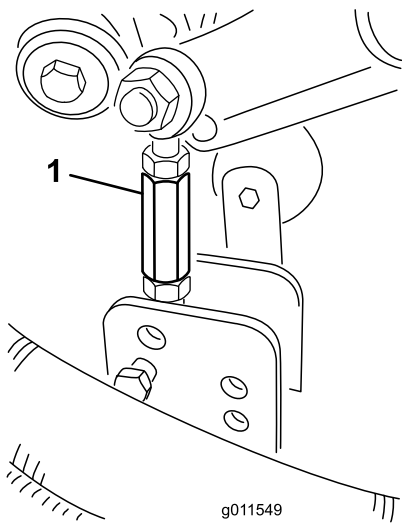

Figure 24
9. Enlevez les goupilles fendues et les axes de chape qui fixent les biellettes d'amortisseurs aux supports du plateau de coupe (Figure 24).